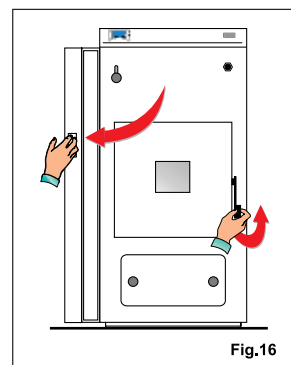

Fig.16
- 2- Aprire l'antina, agendo manualmente sulla maniglia (**fig.16**).